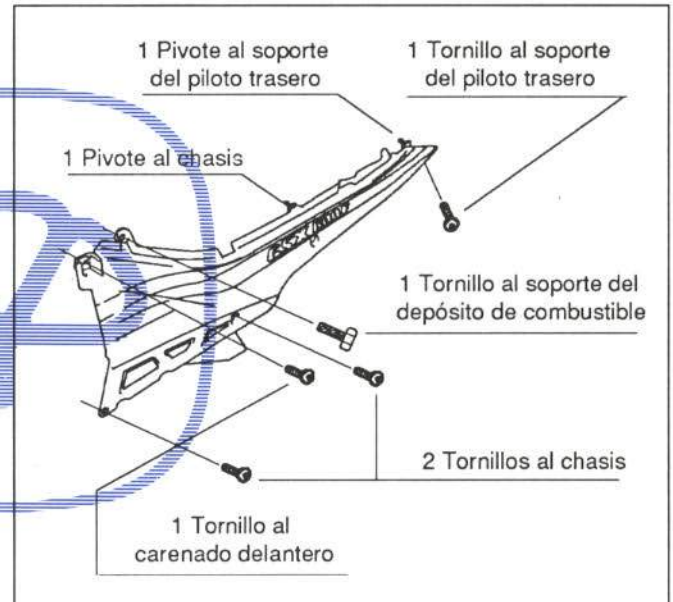

Figura 20.- Unión del carenado trasero
En la figura 20 se detalla la unión del carenado trasero.
- Carenados traseros (figura 20)